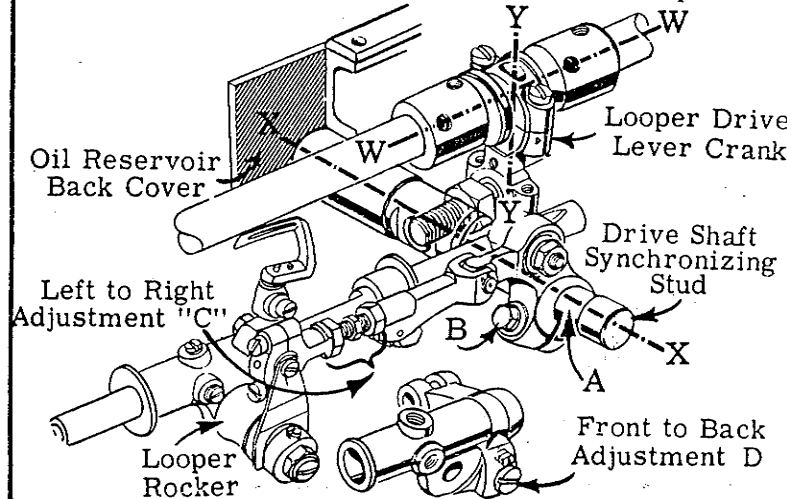

Fig. 17
Fig. 17 Estes es un ajuste muy importante, implicando la relación entre el movimiento de la aguja y el del looper. Este ajuste deberá realizarse con la galga 21.227 R para el ajuste más exacto. No obstante, si esta galga no está disponible, las instrucciones siguientes pueden ser utilizadas. Inserte el looper apropiado, apretándole correctamente en su soporte. Después de asegurar el looper, haga un ajuste temporal (de adelante hacia atrás) por medio del ajuste del brazo oscilador (D) permitiendo una separación casi igual en ambos lados de la aguja y (de izquierda a derecha) por medio del
parte posterior. Moviendo el eje se obtiene la relación perpendicular discutida en la Fig. 17. El ajuste es realizado aflojando el tornillo de sujeción (B) de la palanca de impulso del looper y moviendo el eje (A) hacia la parte posterior (alejándose de la operaria) golpeando ligeramente en el tope. Una cantidad muy pequeña de movimiento generalmente es todo lo que se requiere. Use la palanca de impulso del looper para eliminar el juego entre el eje oscilador de palanca y su perno de sincronización. Apriete la palanca de impulso en el eje después de realizar el ajuste apropiado.